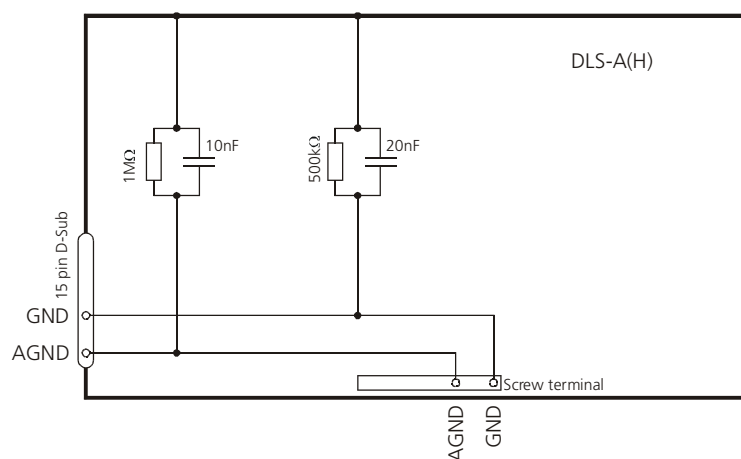

Bild 3 Verbindung zwischen Abschirmung, Ground (GND) und Analogground (AGND)
Der DLS-A(H) beinhaltet zwei elektrisch isolierte Stromkreise, einer für den analogen Ausgang und einer für alle anderen Funktionen des Gerätes. Die Grounds der beiden Stromkreise sind über RC-Elemente verbunden. Siehe Bild 3